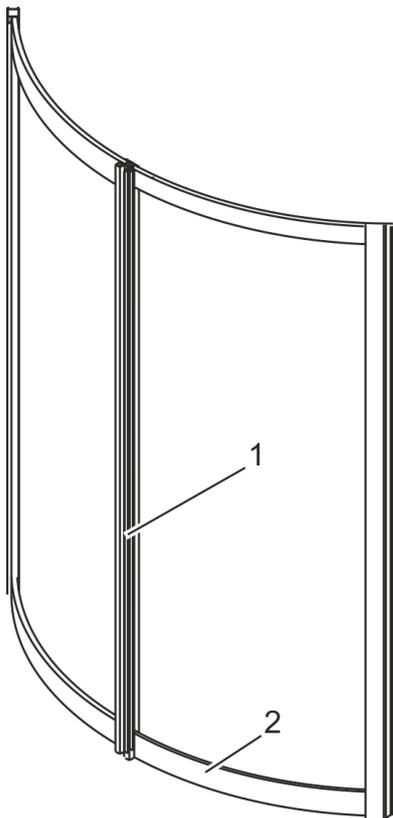

Рис. 37 Пара ограждений цилиндрической формы
12. Прижать обе пары ограждений цилиндрической формы (рис. 37/2) друг к другу на собранной стороне с помощью винтового зажима (рис. 37/1) в центре каждого из них.